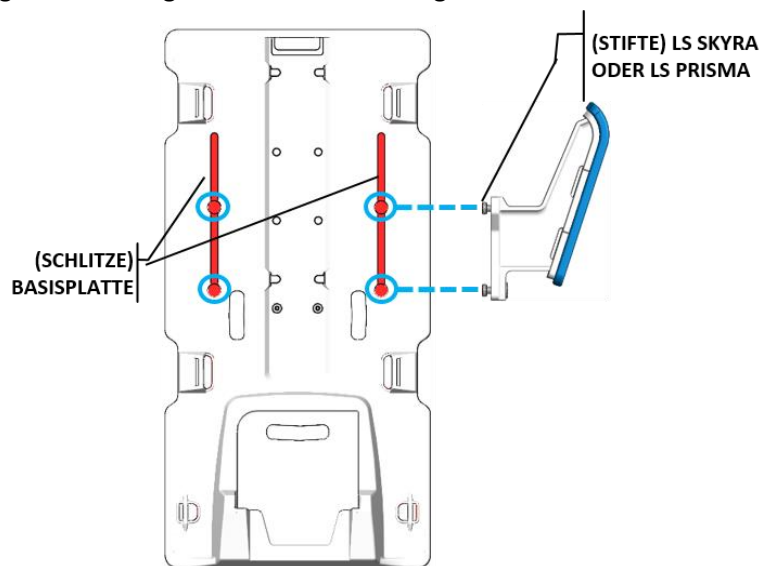

Abbildung 42: Schlitze in der Basisplatte.
- b. Passen Sie die Positionen der Beinstützen entlang der Schlitze in der Basisplatte an, um die Beine des Patienten in die Behandlungspositionen zu bringen (in *Abbildung 42* rot dargestellt).